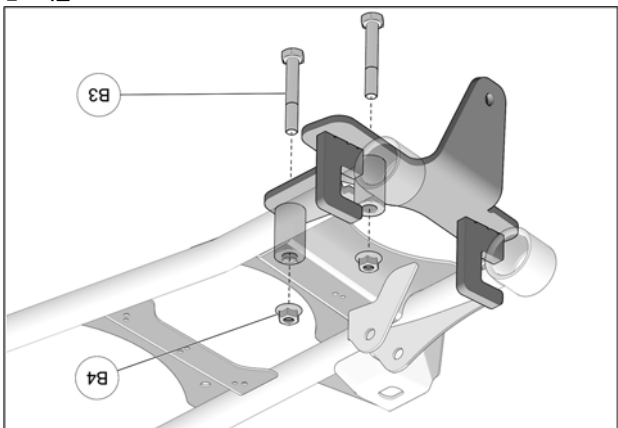

Fig. 5
5. Insérer les boulons M10x70mm (B3) à la plaque d'ancrage, aux espacateurs, et au trou du renfort du bras de suspension pour le boulon arrière. Utiliser les écrous (B4) fournis pour fixer l'assemblage. Serrer à un couple de 50 N•m [37 lb•pi]. Fig. 5